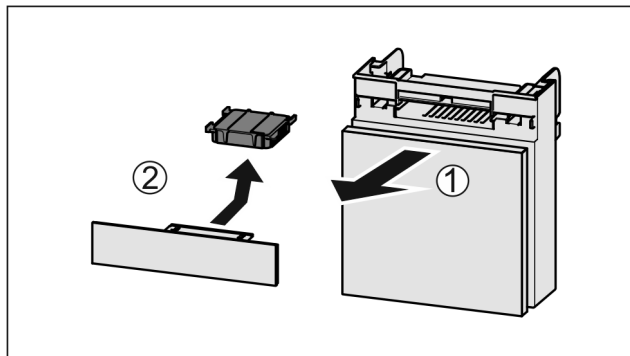

Fig. 144
- Extraire le compartiment par l'avant Fig. 144 (1).
- Sortir le filtre à charbon actif Fig. 144 (2).